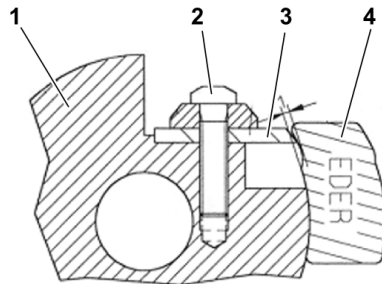

Abb.19: Messer wechseln an der Scheibenfräse
- > Lösen Sie die Messerschraube (2 – Abb.19) leicht.
- > Legen Sie die Messerlehre (4 – Abb.19) an den Fräskopf (1 – Abb.19) an und schieben Sie das Messer (3 – Abb.19) an die Messerlehre heran, bis es den eingekerbten Bereich berührt.